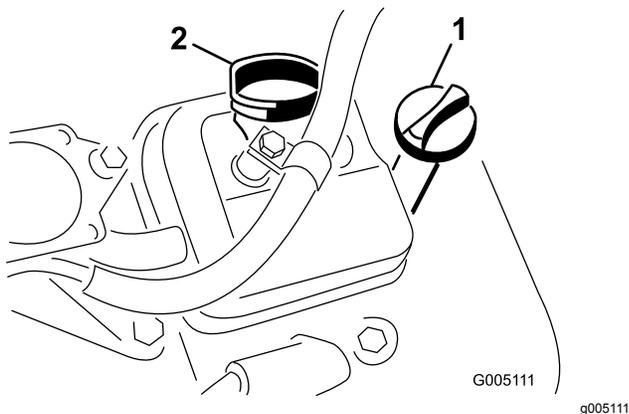

Рисунок 27
3. Заверните масломерный щуп в трубку и убедитесь, что он установлен до упора (Рисунок 27).